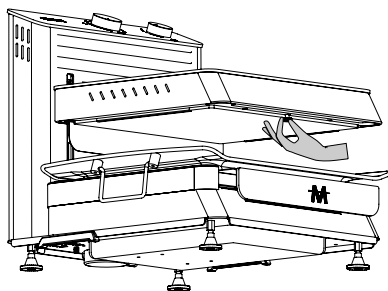
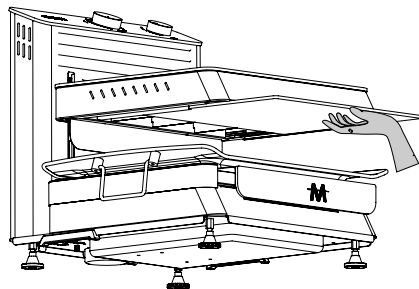

Figura 19
Figura 20
- Para limpiar el cristal protector del filamento, gire los pasadores de sujeción del cristal en el sentido de las agujas del reloj y retírelos (Figura 19). A continuación, separe el cristal protector del filamento del producto utilizando los canales (Figura 20).